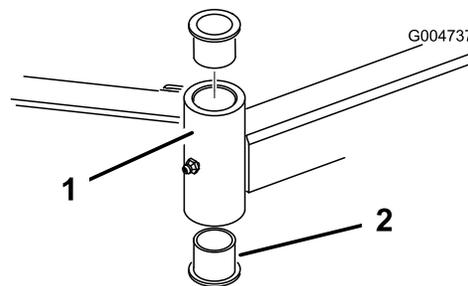

Figura 78
4. Introduza um punção para cavilhas na zona superior ou inferior do tubo de montagem e retire o casquilho para fora do tubo (Figura 78). Retire igualmente o outro casquilho do tubo. Limpe o interior dos tubos para remover a sujidade.